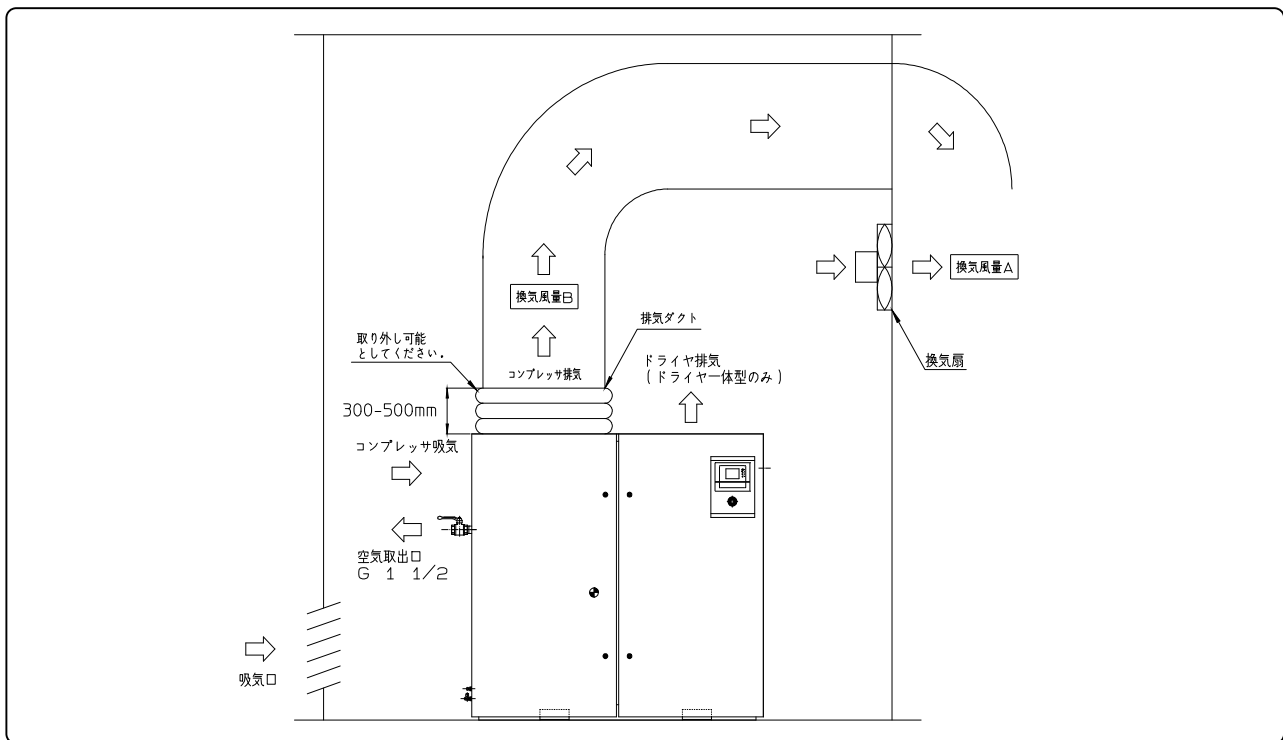

図4.5 局所換気①
- 1) 局所換気①(排気ダクトを取り付ける)の場合は、ダクトの圧損をできるだけ少なくする配慮をしてください。排気ダクトの圧損を表4.3の換気風量 B で算出して排気ダクトの圧損が30Pa{3mmAq} 以下の場合は、換気扇は必要ありません。
- 2) ドライヤー体形の場合は、ドライヤーの排気口に排気ダクトを設けずに全体換気としてください。図4.5をご参照ください。換気扇の選定にあたっては、表4.2の換気風量 A 以上のものを選定してください。
- ◆ 排気ダクトに換気扇を取り付けない場合は、コンプレッサの天井と排気ダクトは隙間を開けないでください。(図4.5 局所換気①)